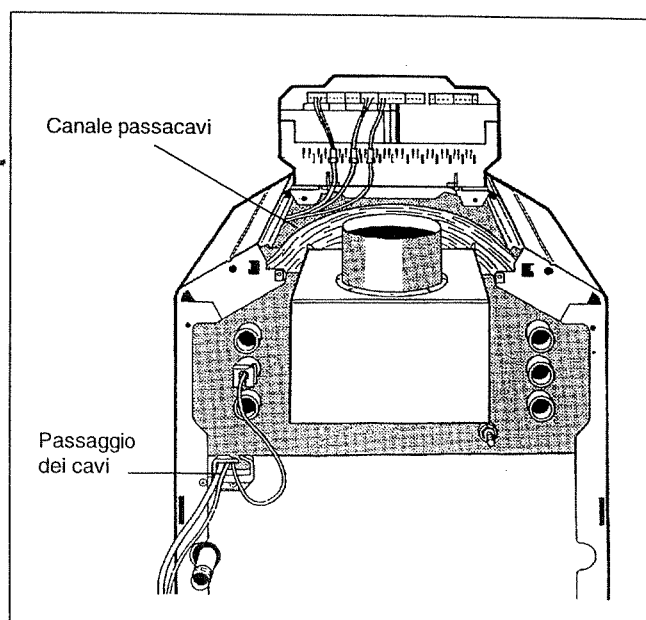

Fig. 15: Passaggio dei cavi
- Far passare le linee di collegamento elettrico da parte del committente e la linea di collegamento del dispositivo di controllo dei gas di scarico da dietro attraverso il passaggio dei cavi nella canalina cavi all'apparecchio di regolazione (Fig. 15).